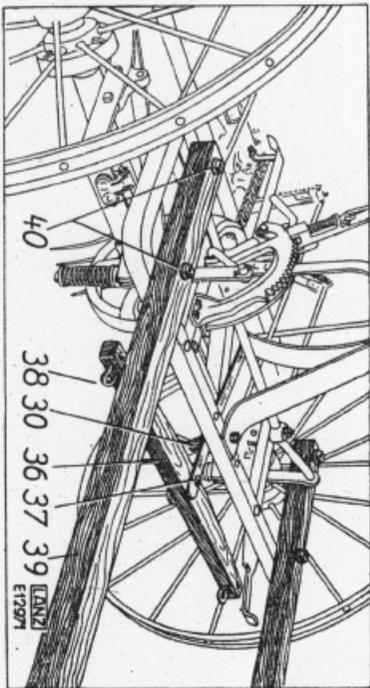

Bild 16. Zugvorrichtung
a) Sielscheit „36“ (Bild 16) mittels des Bolzens „37“ am Sielscheitisen „30“ einhängen. Bolzen unten versplinteln. Dabei ist darauf zu achten, daß die Seilhaken „38“ nach oben zeigen.